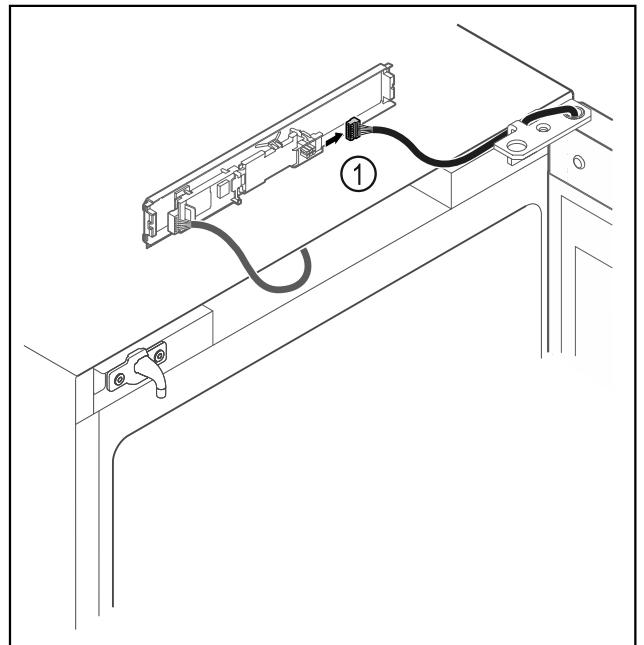

Fig. 18
- Αποσυνδέστε το φως Fig. 18 (1) από την πλακέτα.